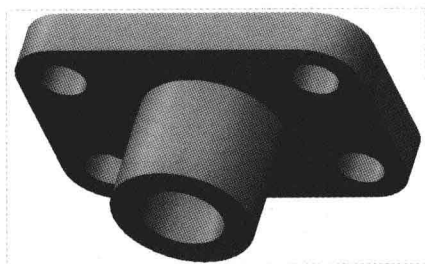

图 7-66 复制与粘贴特征
Step 05 单击“应用并保存在工具中所做的所有更改,然后关闭工具操控板”按钮,即可复制与粘贴特征,如图 7-66 所示。